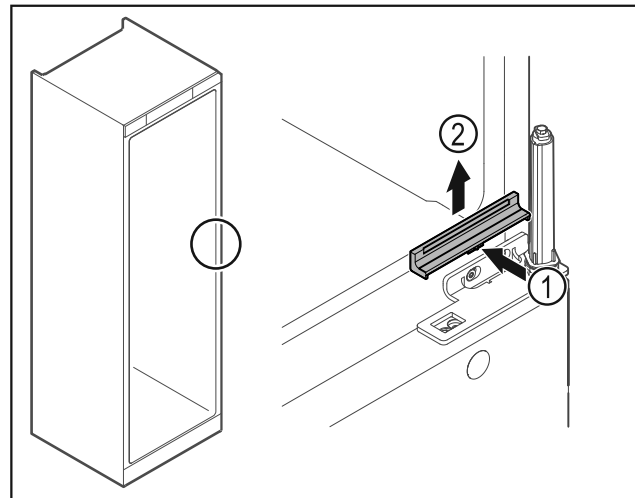

Fig. 31
- ▶ Tryck in skyddet Fig. 31 (1) något i mitten och ta av det uppåt Fig. 31 (2).